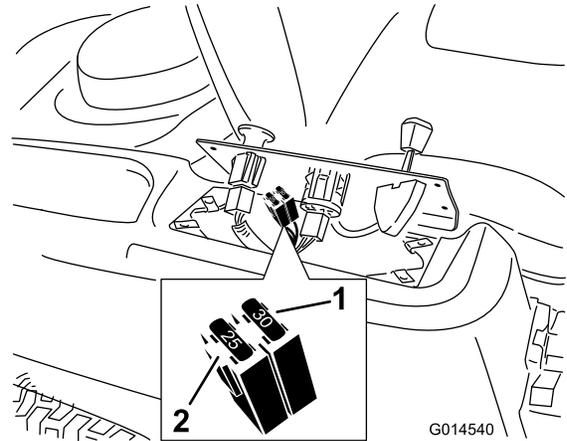

Bild 38
- Ziehen Sie die Sicherung zum Wechseln heraus (Bild 38).
- Heben Sie das Armaturenbrett an, um an den Hauptkabelbaum und den Sicherungsblock zu gelangen (Bild 38).